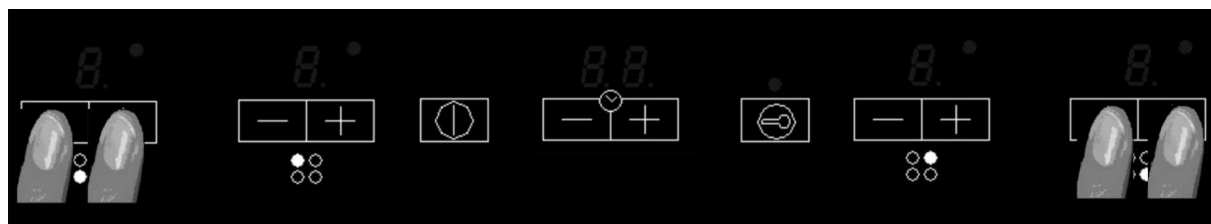

РИС. 17
- Одновременно нажмите клавиши выбора переднего левого нагревательного элемента 7 и переднего правого нагревательного элемента 6 (см. рис. 17).